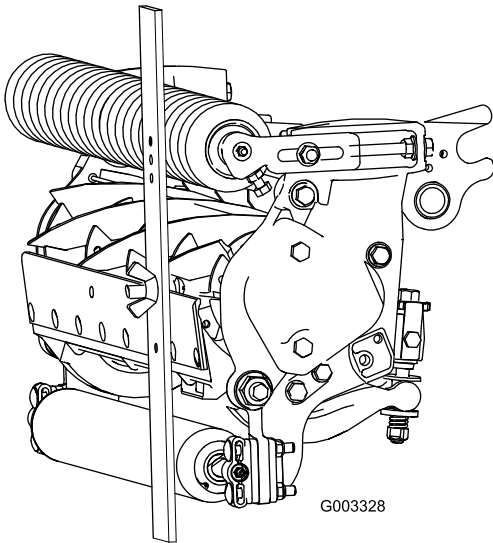

Figura 25
- 3. Agganciate la testa della vite sul tagliente della controlama e poggiate l'estremità posteriore della barra sul rullo posteriore (Figura 25).
- 4. Ruotate la vite di regolazione finché il rullo anteriore non toccherà la barra di riferimento (Figura 25).